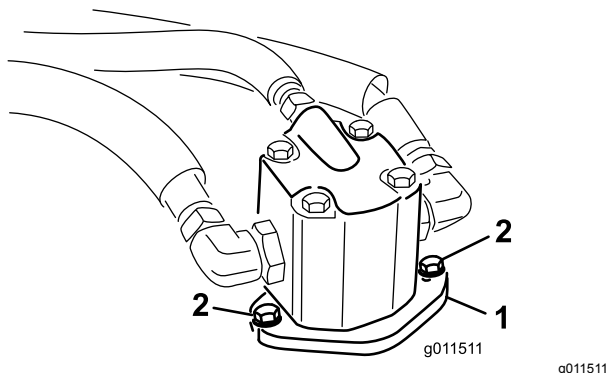

Figura 103
4. Retire los pernos que sujetan el motor hidráulico a la carcasa de corte (Figura 103).